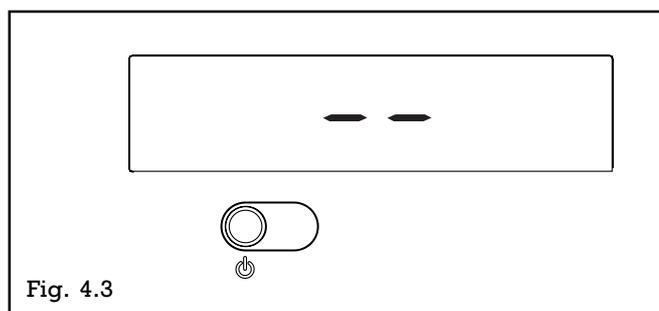

Fig. 4.3
- ⚠ La chaudière se rallume dans l'état dans lequel elle était avant extinction: si elle se trouvait en position OFF, l'afficheur montre deux segments en son centre (fig. 4.3).